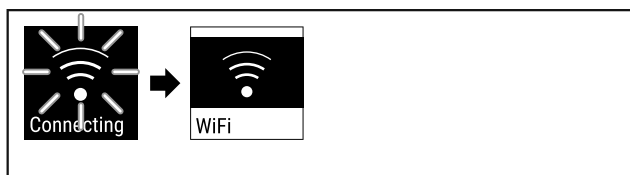

Fig. 75
- Verbinding wordt tot stand gebracht (zie Fig. 75).